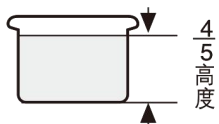

图9
2. 取出内锅，将食物和水放入内锅中。食物和水不得超过内锅高度的 $\frac{4}{5}$ ；水中易膨胀食物不得超过内锅高度的 $\frac{3}{5}$ (尤其是煮粥、海带、紫菜等食物时)；食物和水不得少于内锅高度的 $\frac{1}{5}$ 。(见图9、10、11)